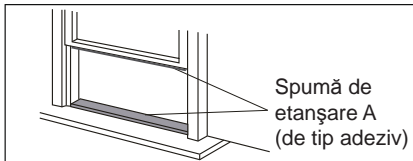

Fig. 12
1. Tăiați spumele de etanșare (de tip adeziv) la lungimile corecte și prindeți-le de fereastră și de ramă. (Fig. 12)